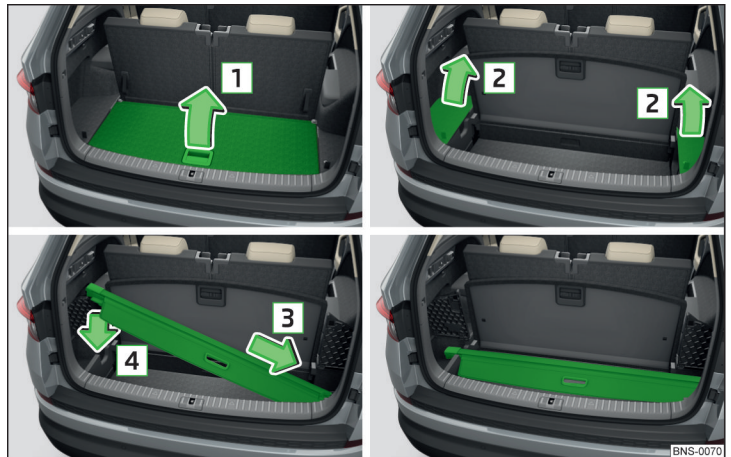

Abb. 148 Aufrollbare Abdeckung verstauen
- › Den variablen Ladeboden in Pfeilrichtung **1** anheben und in die seitlichen Vertiefungen einschieben » Abb. 148.